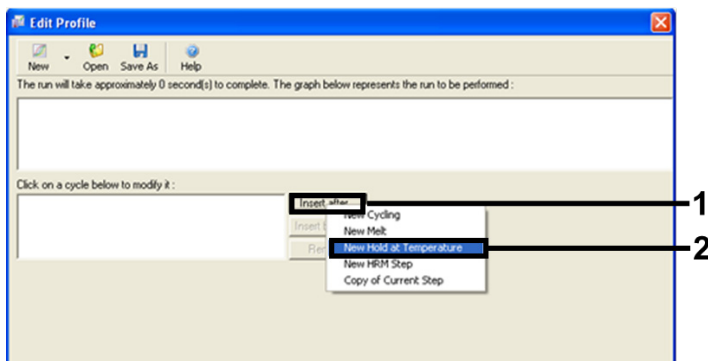

Figura 4. Inserção de um passo inicial de incubação.
6. Clique em Insert after (Inserir a seguir) e selecione New Hold at Temperature (Nova temperatura em espera) (Figura 4).